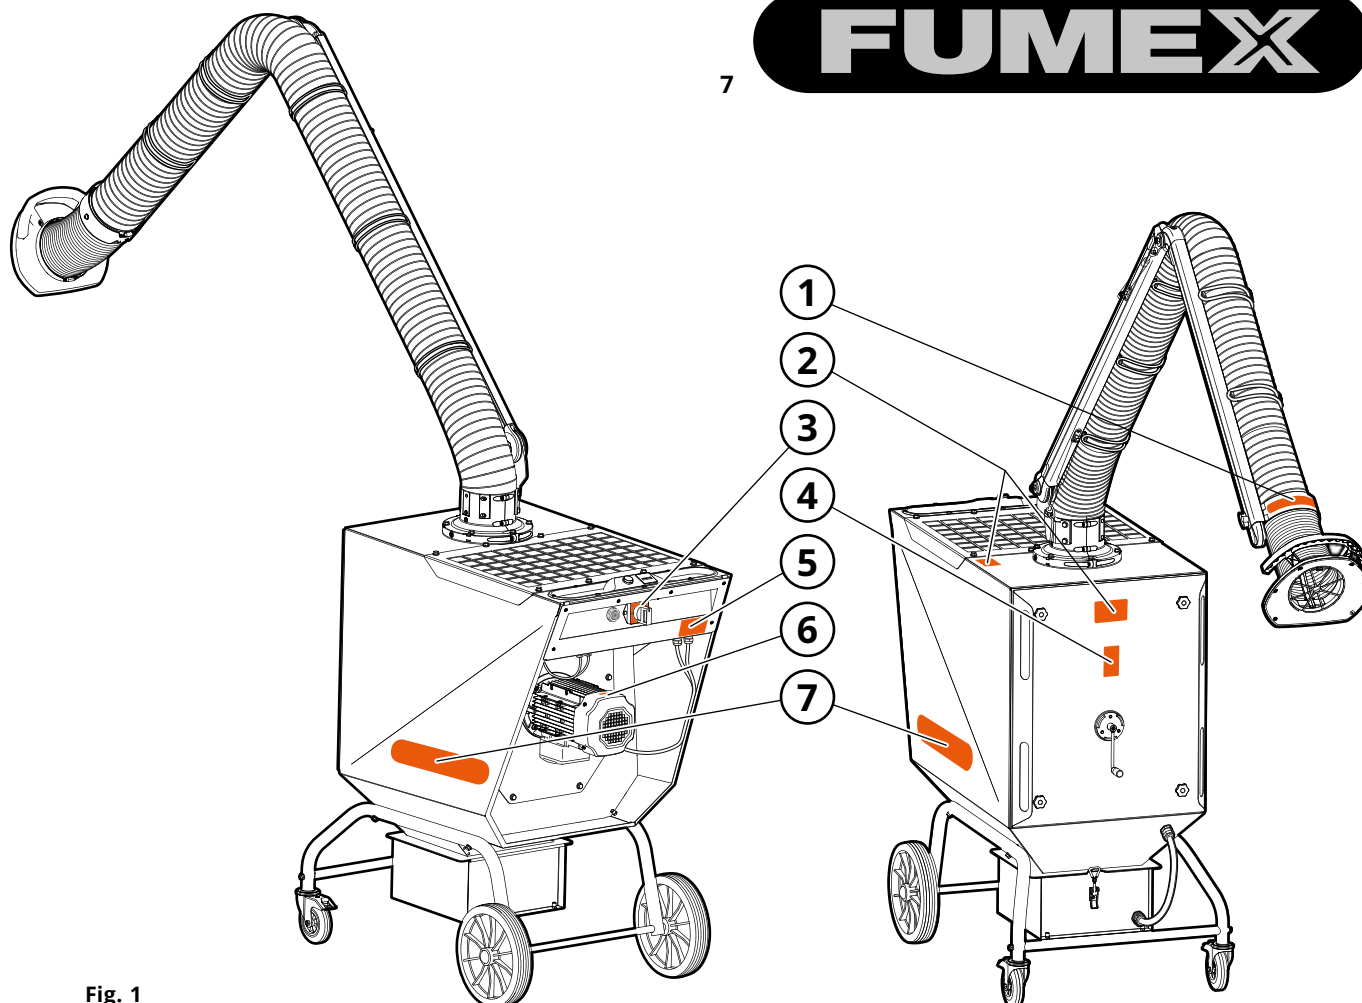
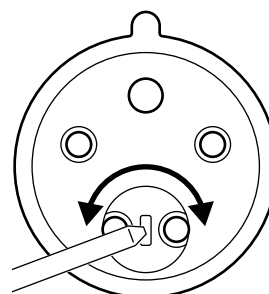

Fig. 1
Fig. 16
Según la Fig. 1.
3. Compruebe la dirección de rotación del motor del ventilador. La dirección de rotación del motor del ventilador se comprueba arrancando el ventilador y, a continuación, parándolo. Cuando la velocidad disminuye, se puede ver hacia dónde gira el motor a través de la tapa de protección de refrigeración del ventilador (donde está la pegatina, como se muestra en la **Fig. 1**, pos. 6). Si la dirección de rotación es incorrecta, invierta la fase del enchufe con un cincel plano tal y como se muestra en la **Fig. 16**.